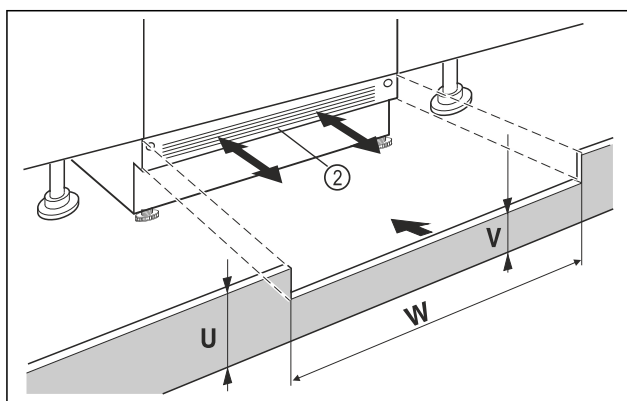

Fig. 88 Példaként szolgáló ábrázolás
- ▶ Helyezze fel a készülék lábazati takarólemezt *Fig. 88 (2)*, de még ne rögzítse.
- ▶ Ha látható a lábazati takarólemez *Fig. 88 (2)*, akkor annyira húzza előre, hogy a szellőzőrács elülső szélé és a szekrény lábazati lemeze egy síkba kerüljön.
- ▶ Ha a lábazati takarólemez *Fig. 88 (2)* el van fedve, akkor tolja teljesen hátra.
- ▶ Ügyeljen arra, hogy a szellőzőnyílások teljesen szabadok legyenek: Szükség esetén vágja méretre a szekrény lábazati takarólemeznél *Fig. 88 (U)* magasságát!
- ▶ Igazítsa be a kiálló rész magasságát *Fig. 88 (V)* a fülke szélében *Fig. 88 (W)* a készülék lábazati takarólemeze *Fig. 88 (2)* alatt.